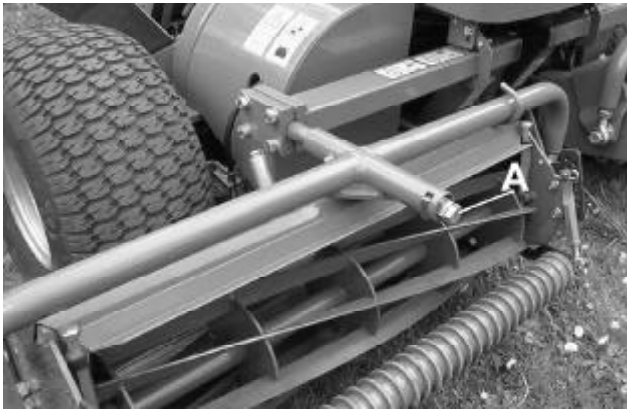

Fig.8
- b. Die Sicherungsmutter an der Einstellschraube (A Abb.8) lösen, damit die Schneideinheit ganz auf die Drehgelenkwelle geschoben werden kann.
- b. Lossa låsmuttern på justerskruven (A fig. 8) så att skärenheten kan dras på helt på pivåaxeln.